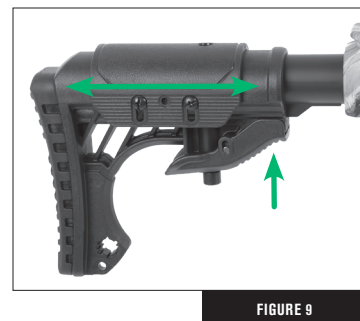

FIGURE 9
**Pour ajuster la crosse** (partie 25), appuyez sur le levier sous la partie avant de la crosse, comme illustré à la figure 9. En gardant le levier enfoncé, faites glisser la crosse de la position 0 (la plus courte)